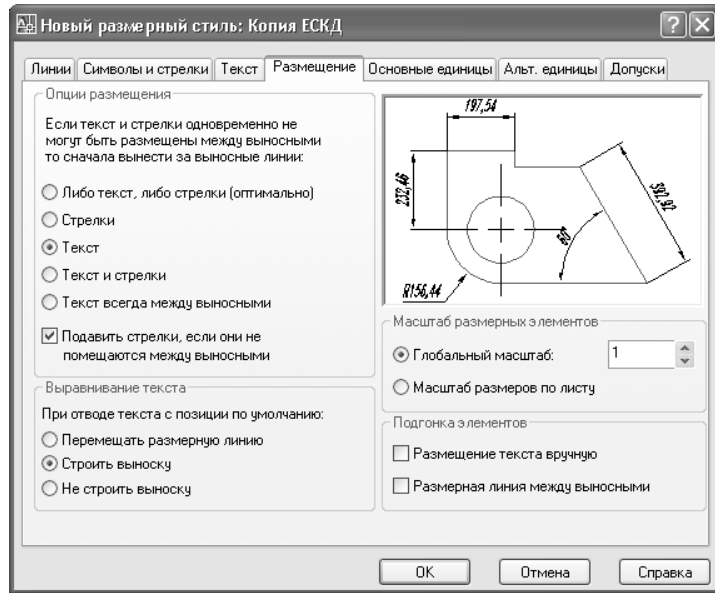

Рис. 11.6 ▼ Параметры расположения размерного текста и стрелок для нового стиля **ЕСКД**
12. Перейдите на вкладку **Размещение** (Fit) и установите параметры расположения размерного текста и стрелок в соответствии с рис. 11.6: в группе